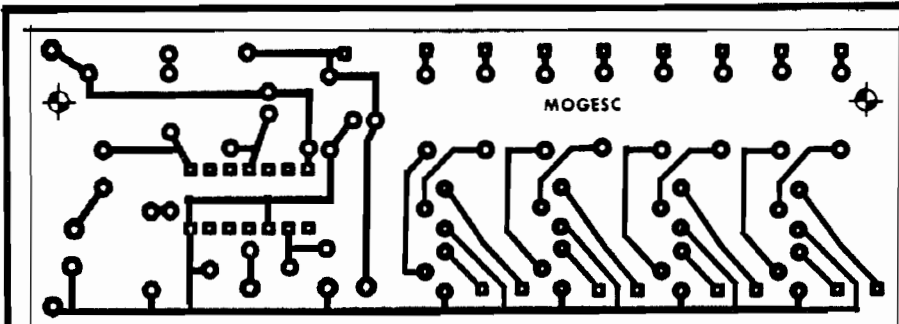

Fig.3
- FIG. 3 - LAY OUT DO CIRCUITO IMPRESSO ESPECÍFICO (PLACA DE APOIO) - Propositamente elaboramos o desenho com boa "folga", de modo a não complicar a vida do iniciante... A elaboração da plaquinha não será difícil, mesmo aos Leitores sem muita prática, bastando copiar diretamente o desenho (está em tamanho natural - escala 1:1), promovendo, em seguida, a traçagem, corrosão, furação e limpeza necessárias...